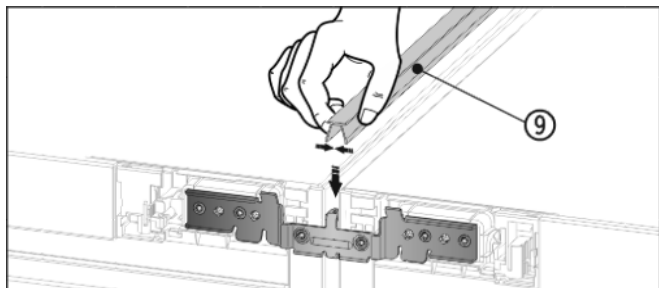

Fig. 13
- ▶ Na horní straně zatlačte krátkou krycí lištu Fig. 13 (9) do horizontální spáry.